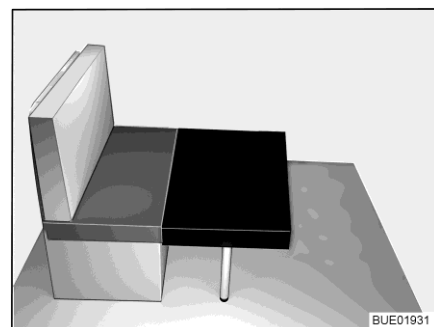

Fig. 67 Después de la transformación
- Colocar el cojín adicional grande en el tablero de la mesa (Fig. 67).
- Colocar el cojín adicional pequeño en el asiento del conductor (Fig. 67).
- Colocar el cojín adicional en la mesa, delante del cojín del asiento del banco (véase Fig. 67).